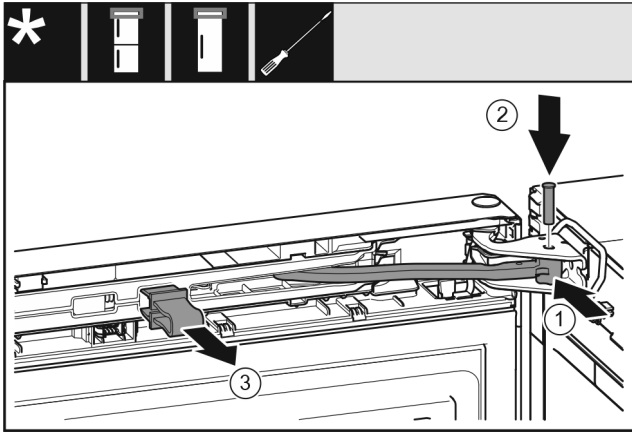

Fig. 24
- Vrid leden i lagerbocken. Fig. 24 (1)
- Stick in bulten i lagerbocken och leden. Kontrollera då att låskammen sitter korrekt i spåret. Fig. 24 (2)
- Ta av spärren. Fig. 24 (3)